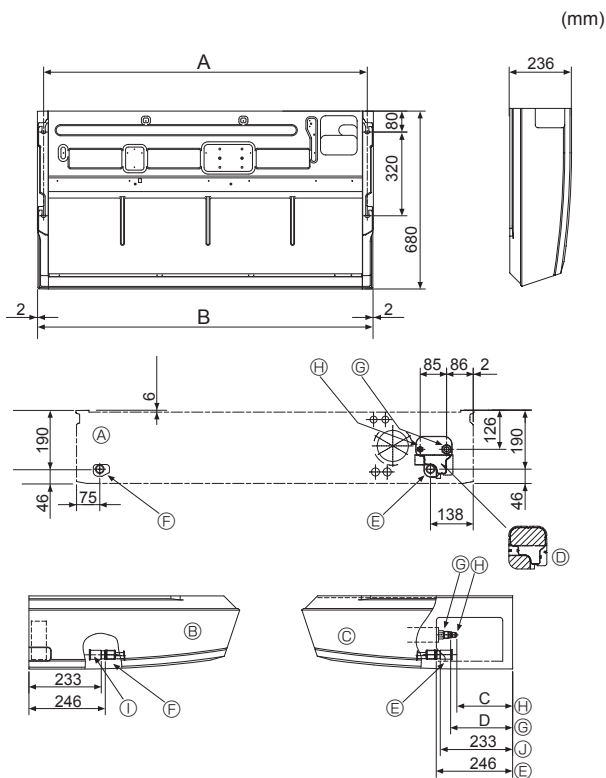

Fig. 3-2
3.2. Przygotowanie do instalacji (Fig. 3-2)